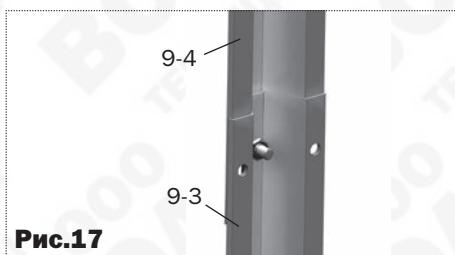
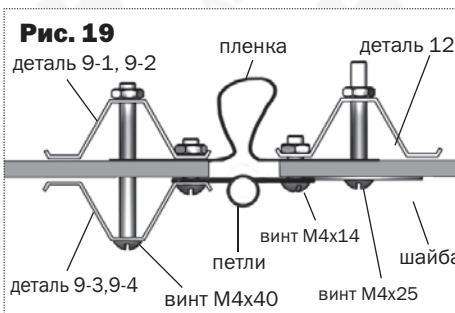
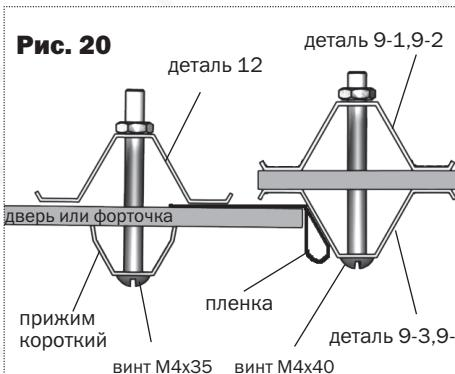

Рис.17
Рис. 19
Рис. 20
4. Состыкуйте детали **9-3** и **9-4** (рис.17) и установите их в соответствии с рис.19. Прижмите куски поликарбоната по краям со стороны двери и форточки накладками **9-3**, **9-4** (рис.19), оставляя отверстия под вертушки. Вырежьте куски покрытия для установки над дверными проемами и под дверными проемами, установите их, закрепив шайбами (рис.22) на детали **10**.
6. Закрепите куски покрытия на форточки и двери по стороне навеса петель шайбами (рис.19), а про другим сторонам - прижимами (рис.20), предварительно закрыв соты (оклеив их скотчем). По сторонам, противоположным петлям покрытие должно выступать за каркас на 15 мм (рис.20). Петли накладываются поверх поликарбоната и при затягивании винтов поликарбонат под петлями сминается.
7. Щели в дверном проеме закрываются полиэтиленовой пленкой (рис.19, 20).